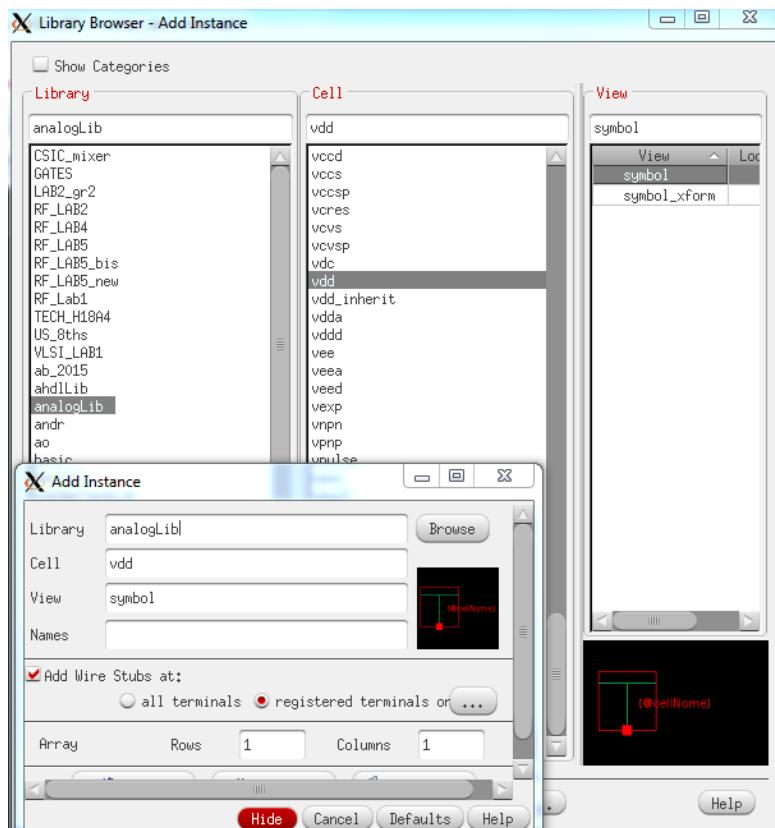

Figura A.27: Virtuoso - Testbench Inverter (2).
3. Se instantiază pinii globali de alimentare *vdd!* și *gnd!* din libraria *analogLib* (vezi Figure A.27),